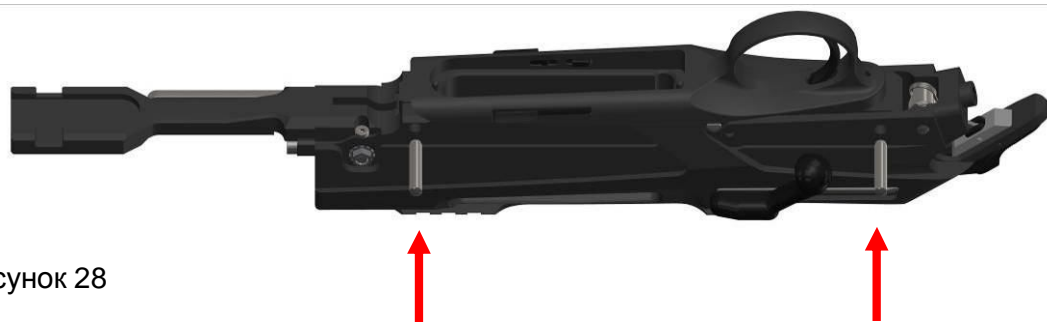

Рисунок 28
(7) Установить нижнюю часть ствольной коробки в верхнюю двумя цилиндрическими штифтами (рис. 28).